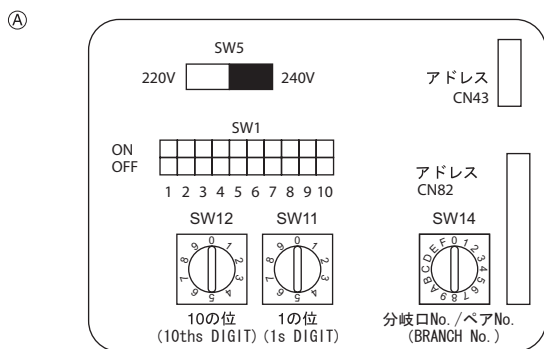

Fig. 5-5
5.5. De aansluitadressen instellen (Fig. 5-5)